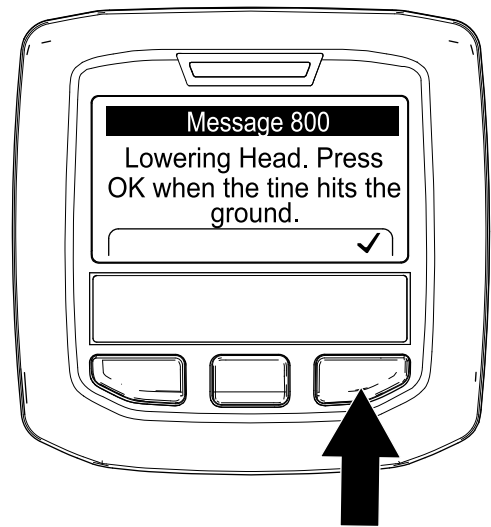

Figura 69
- Quando una qualsiasi fustella tocca il terreno, premete il tasto destro dell'InfoCenter all'interno della schermata Abbassamento testa in corso (Figura 69).